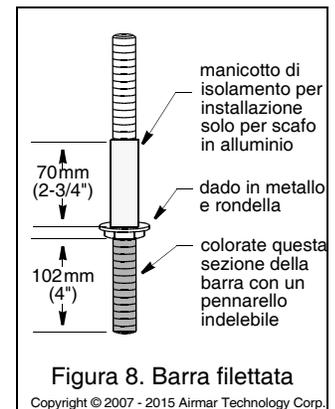

Figura 8. Barra filettata
3. Preparate le barre filettate (vedi Figura 8). Utilizzando un pennarello indelebile, disegnate una riga su ciascuna barra filettata a 102mm (4") dall'estremità e colorate questa sezione. (La sezione colorata verrà utilizzata per fissare il trasduttore alla carenatura). Avvitare un dado sulla sezione colorata di ciascuna barra filettata sopra la riga di 102mm (4") disegnata.
3. Fate scivolare una rondella lungo la sezione non colorata di ciascuna barra filettata finché non si sistema contro il dado (vedi Figura 8).